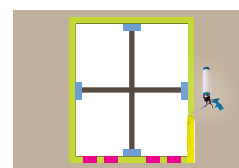

Fig. 10
- Ramarna/fönsterbågarna ska tas bort från fönster/dörrar för att placera stöd i karmen (se fig. 10), vilket förhindrar att ramen böjs på grund av monteringslim/skum. För att förhindra skador på ytan, bör ett mjukt material placeras mellan stödet och karmen.